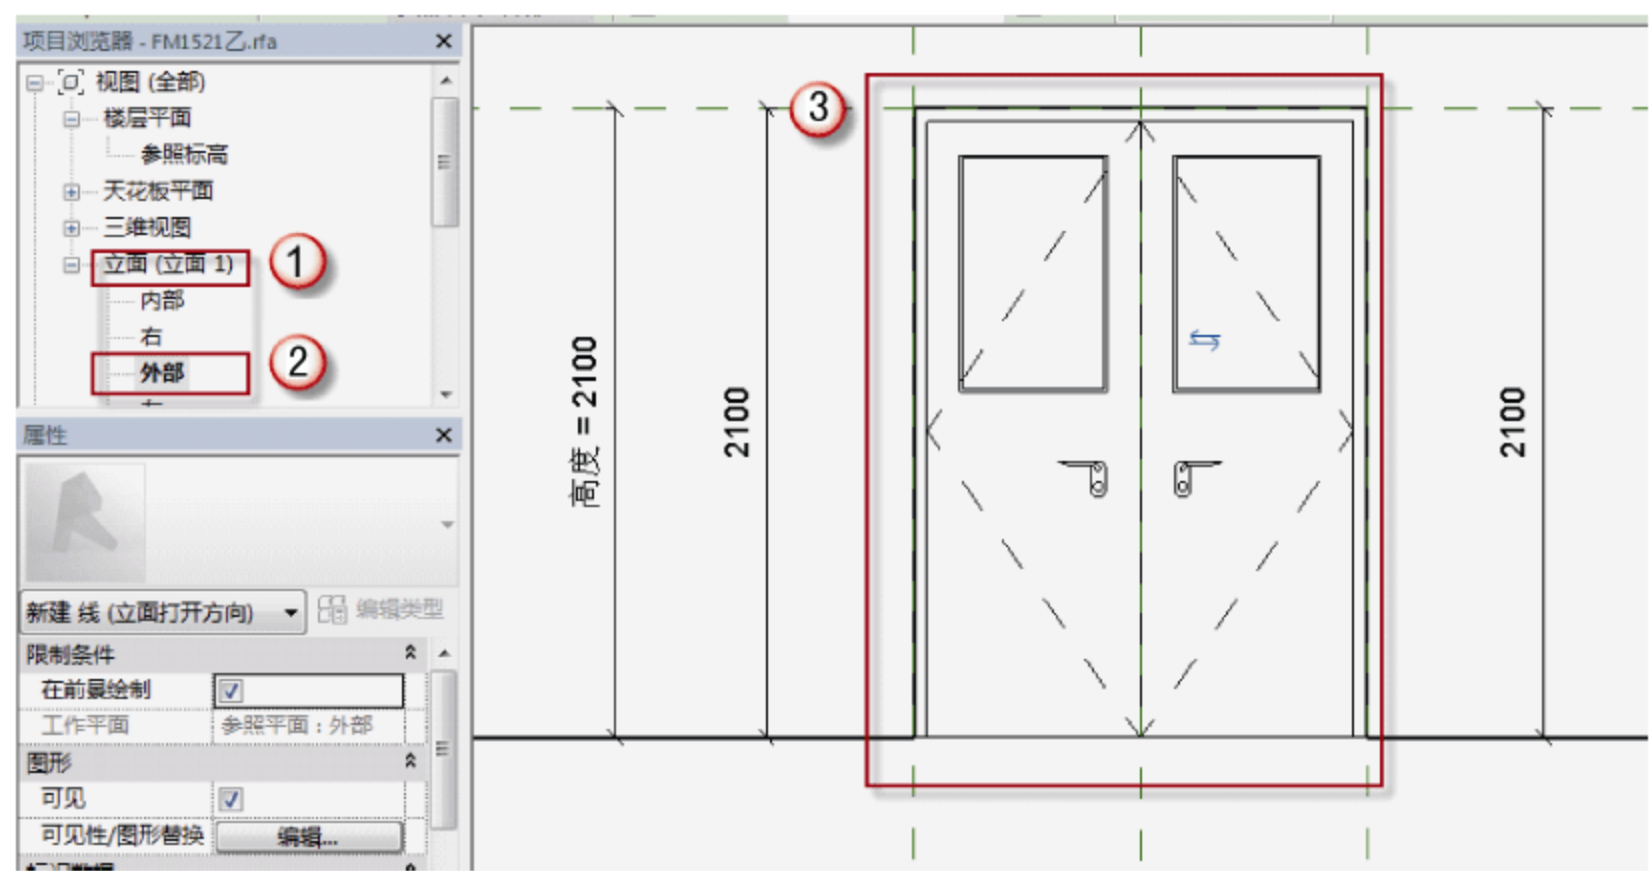

图 6.2.75 绘制 FM1521 乙的立面打开方向
(33) 绘制 FM1521 乙的立面打开方向。选择“项目浏览器”中的“立面（立面 1）”→“外部”选项，进入门的外部立面视图。选择“注释”→“符号线”命令，将“子类别”改为“立面打开方向（投影）”，绘制如图 6.2.75 所示门的“打开方向”符号线。